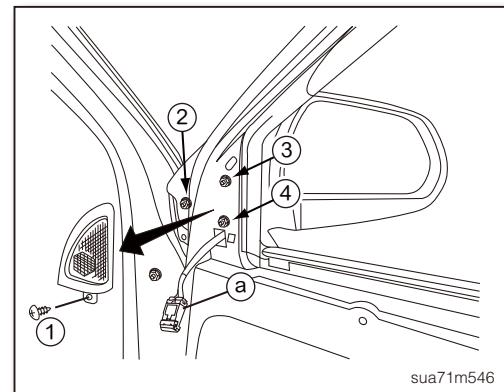

图3
2. 拆下前门高音喇叭固定螺丝①，接着取下前门高音喇叭（如图3）。
3. 拆开右车门后视镜线束接头ⓐ（如图3）。
6. 拆下右车门后视镜固定螺母③、④（如图3）。